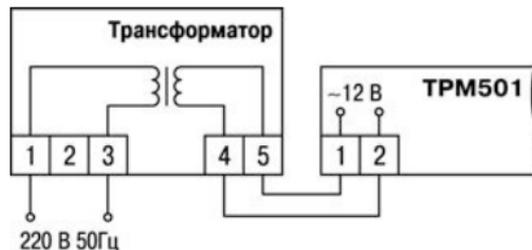

**Рисунок 6.4 – Схема подключения датчиков с выходным сигналом тока (а) и напряжения (б)**
6.3.3.4 При соединении датчиков и прибора необходимо соблюдать полярность, см. рисунок 6.4.